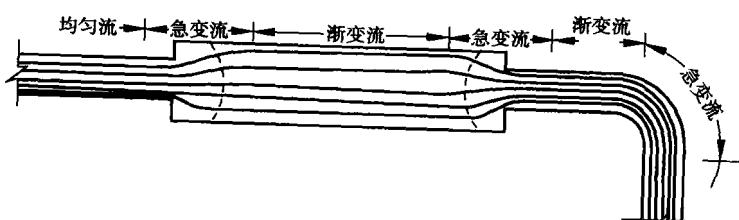

图 10-3 均匀流和不均匀流
(3) 实际流体恒定总流能量方程 质点流速的大小和方向均不变的流动叫均匀流动，反之为不均匀流动，不均匀流动又按流速随流向变化的缓或急，分为渐变流动和急变流动，如图 10-3 所示。